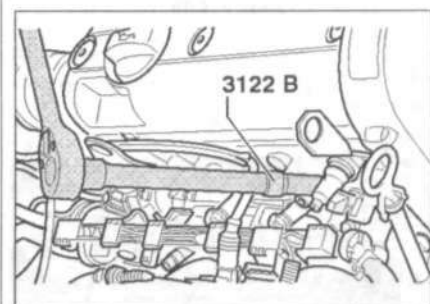

Рис. 2.14. Отсоедините высоковольтные провода от свечей зажигания и выкрутите свечи с помощью ключа 3122 В для свечей зажигания.
4. Отсоедините высоковольтные провода от свечей зажигания и выкрутите свечи с помощью ключа 3122 В для свечей зажигания (рис. 2.14).